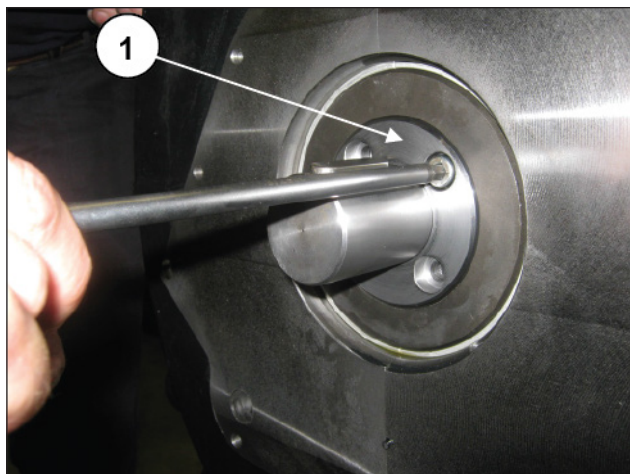

图 24
拧松四个M8螺栓 (①, 图 24), 并从曲轴上拆下油泵控制轴。